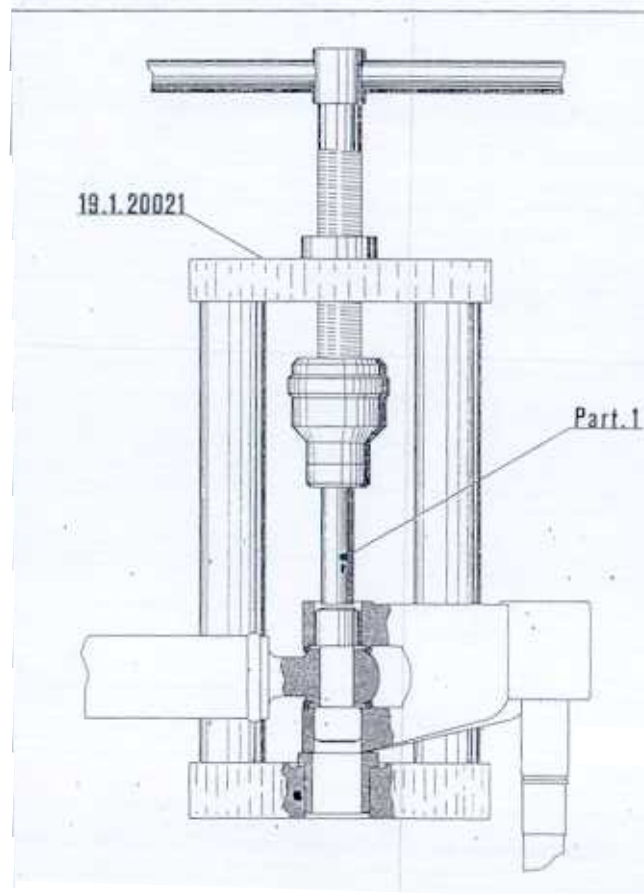

Fig. 19 R
**Fig. 19 R. Desmontaje eje y casquillos de agujas «NADELLA»:** Emplear el útil 19.1.20021, junto con el particular 1 como se indica en la figura, actuar sobre la empuñadura hasta obtener la expulsión simultánea del eje y del casquillo de agujas (NADELLA).